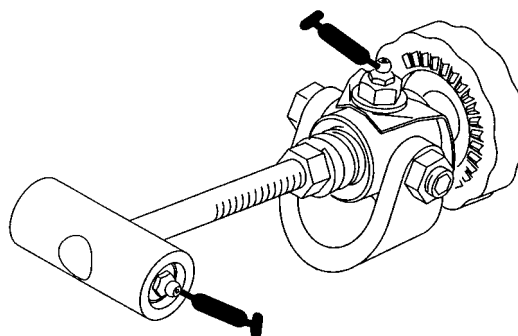
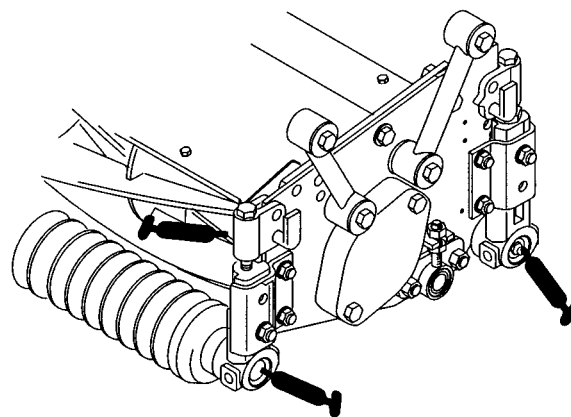

Fig. 6
Fig. 7
1. Smørepunktene er: knivplatens justeringsinnretning (2) (fig. 6), sylindrelagre (innvendig sideplate) (2) og fremre og bakre valser (2 stk.) (fig. 7).